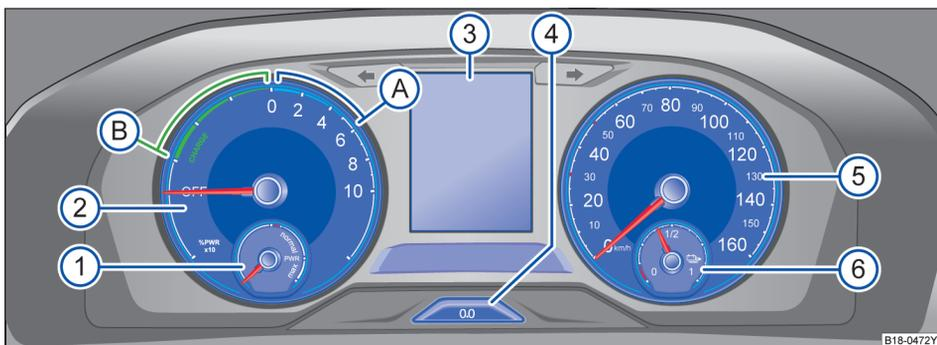

图 10 仪表概览
关于仪表的解释 ⇒ 图 10:
在行驶期间，组合仪表上会显示当前行驶功率 ⇒ 图 10。
视汽车装备而定, 在显示屏  $\Rightarrow$  图 10  $\textcircled{3}$  中可以显示不同的信息:
- 按压按钮  $\Rightarrow$  图 10  $\textcircled{4}$  可将短距离行驶里程表清零。